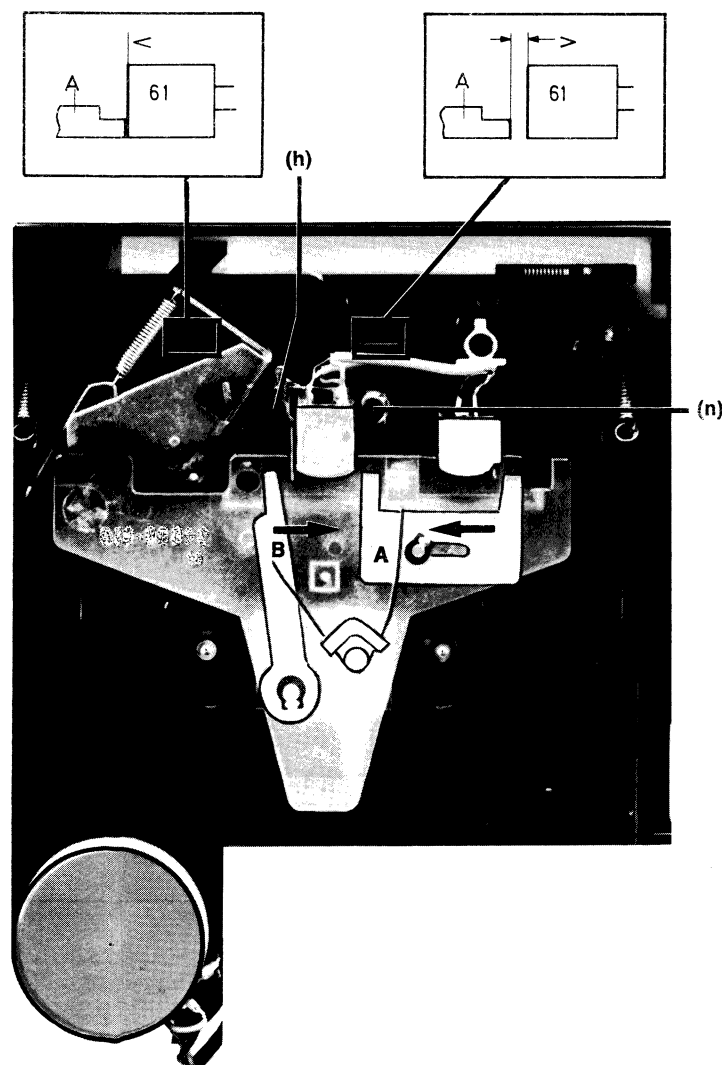

Bild 7
2. Einstellen der Kopfhöhe und der Eintauchtiefe mit der Lehre 34000-034 [Bild 7]
- Schieber **(A)** nach rechts schieben und Kopfbrücke in Richtung Lehre mit Schraubenzieher justieren (siehe Bild 7).